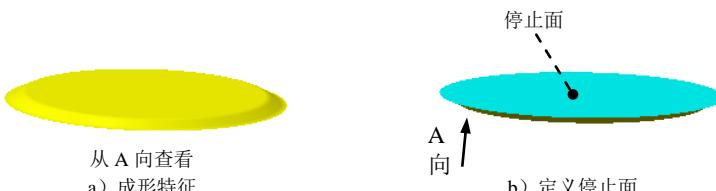

图 17.9.10 创建成形工具 4
Step6. 创建图 17.9.10 所示的零件特征——成形工具 4。
(1) 选择命令。选择下拉菜单 **插入(I) → 钣金(O) → 成形工具(F)…** 命令。
(2) 定义成形工具属性。激活“成形工具”对话框的 **停止面** 区域，选取图 17.9.10 所示的模型表面作为成形工具的停止面。
(3) 单击 **√** 按钮，完成成形工具 4 的创建。